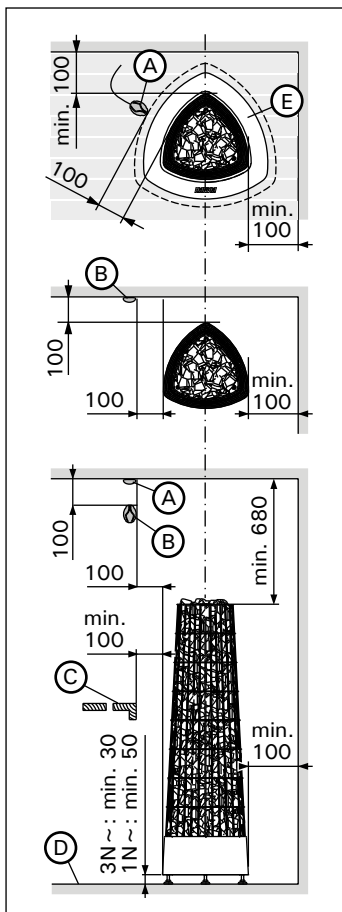
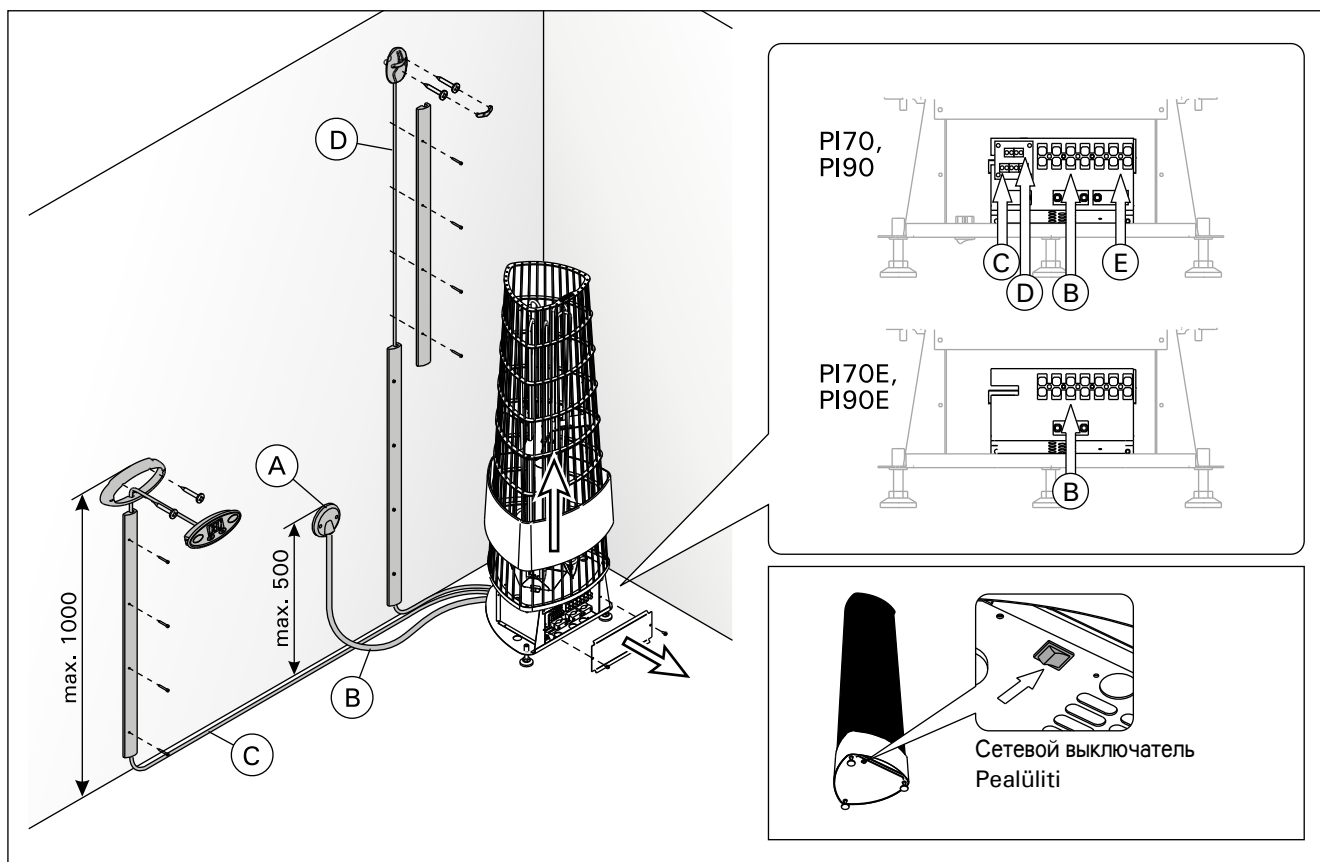

Рисунок 6. Расположение и безопасные расстояния (все размеры приведены в миллиметрах)
Рисунок 7. Разъемы нагревателя (все размеры приведены в миллиметрах)
Элементы, представленные на рис. 6:
Разъемы нагревателя (рис. 7):
- Каменка гибким проводом подсоединяется к соединительной коробке (рис. 7: A) в стене сауны. Соединительная коробка должна быть брызгозащищенной и находиться на расстоянии не более 500 мм от пола.
- В качестве кабеля (рис. 7: B) следует использовать резиновый кабель типа HO7RN-F или подобный. **ВНИМАНИЕ! Использование изолированного ПВХ кабеля запрещено вследствие его разрушения под воздействием тепла.**
- **PI:** Установите датчик на стену сауны, как показано на рис. 6. Вставьте кабель датчика в разъем нагревателя по принципу цветового соответствия (рис. 7: D).
- **PI-E:** Установите датчик (WX248) на стену сауны, как показано на рис. 6.
Датчик следует устанавливать в место, указанное в данной инструкции (рис. 6). Если не соблюдается минимальное расстояние, следует переместить вентиляцию.
Закрепите панель управления следующим образом (см. рис. 7):
4. Вставьте свободный конец кабеля управления в разъем нагревателя по принципу цветового соответствия (рис. 7: C).